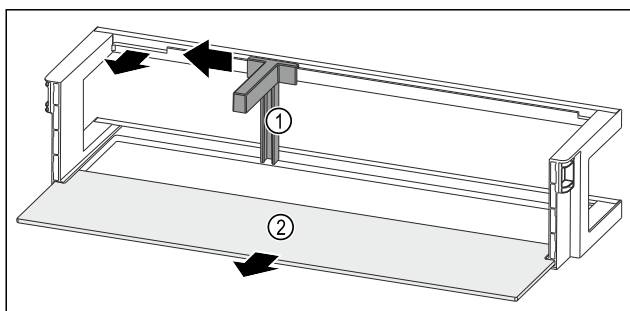

Fig. 276 Vratna polica z držalom za steklenice in odlagalno polico
- Držalo za steklenice Fig. 276 (1) potisnite povsem na stran do odprtine.
- Odstranite držalo za steklenice Fig. 276 (1).
- Odstranite polico za odlaganje Fig. 276 (2).